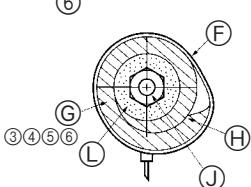
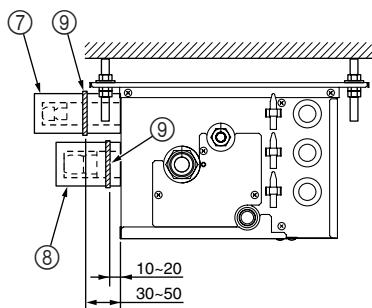

Fig. 7-3
Fig. 7-4
⑦ Forbindelsessekction (Fig. 7-3)
⑧ Rem ⑨
⑩ Rørafdfækninger ⑪ ⑫ ⑬ ⑭
⑮ Strammes
⑯ Varmeisolering til kølemiddelrør
⑰ Kølemiddelrør
► Brug følgende fremgangsmåder til de dele af forgreningsdåsen, som ikke er forbundet til en indendørsenhed. (Fig. 7-4)
(1) Kontrollér, at de koniske møtrikker er strammet i overensstemmelse med de i Tabel 3 angivne tilspændingsmomenter, så kølemiddellægger forhindres.